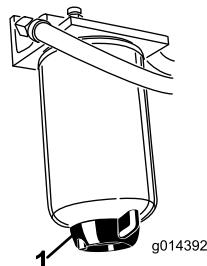

Figura 36
Retire a água ou outro tipo de contaminação do separador de água (Figura 36) diariamente. Substitua o recipiente do filtro após cada 400 horas de funcionamento.
2. Liberte o tampão de escoamento que se encontra na zona inferior do recipiente do filtro (Figura 36).